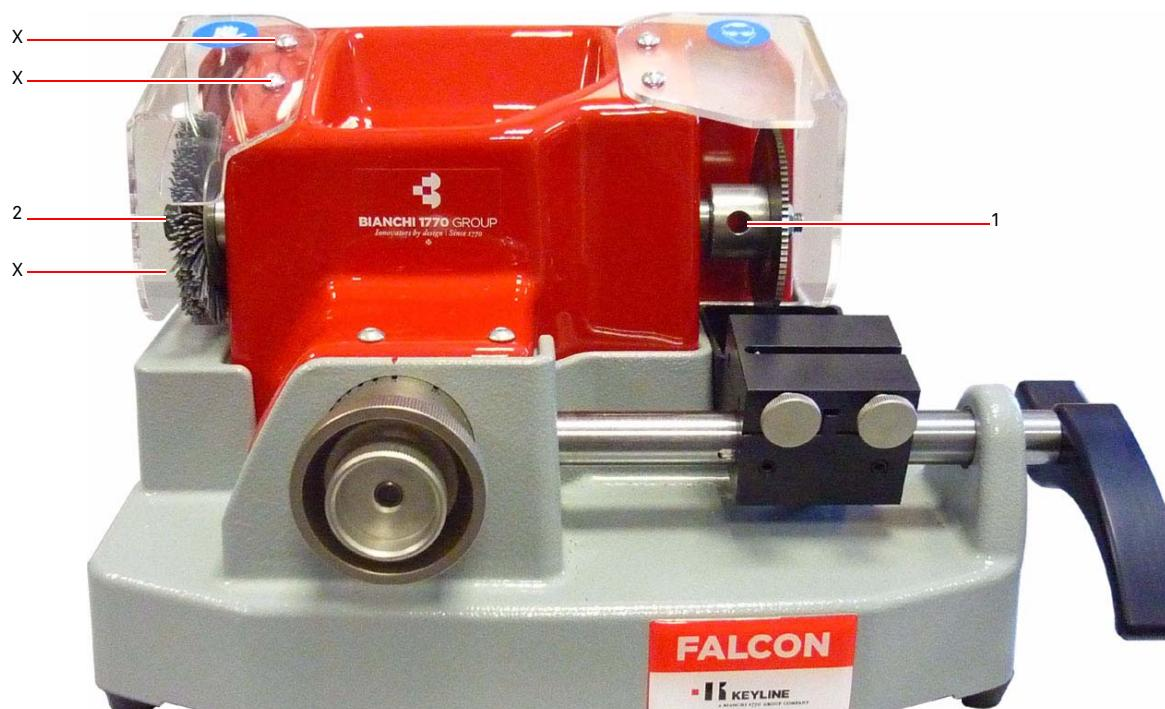

Figura 2
1. Rimuovere, se necessario, lo schermo protettivo svitando le 3 viti di fissaggio (X);
2. Inserire l'asta di bloccaggio nel foro dell'albero fresa (1) per bloccarlo e contemporaneamente svitare il bullone di fissaggio della spazzola (vedi figura 2);